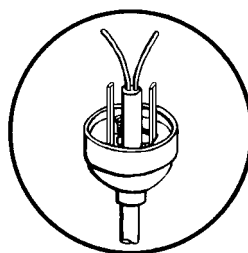

Fig. 3
3. Clip and separate the cord (Fig. 3).
3. Corte y separe el cordón (Fig. 3).